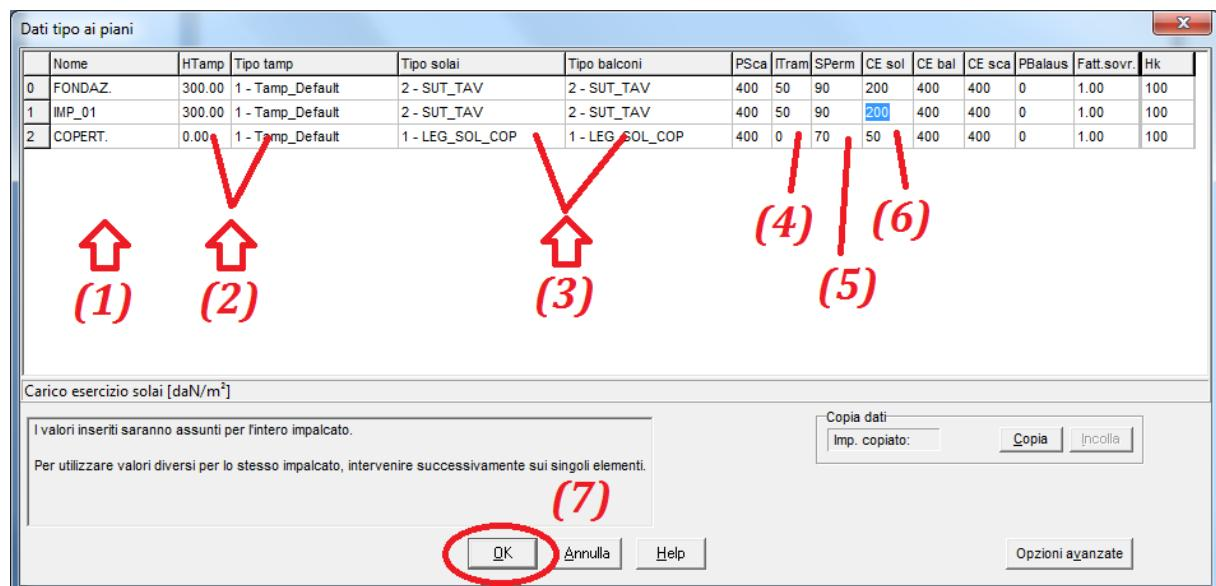
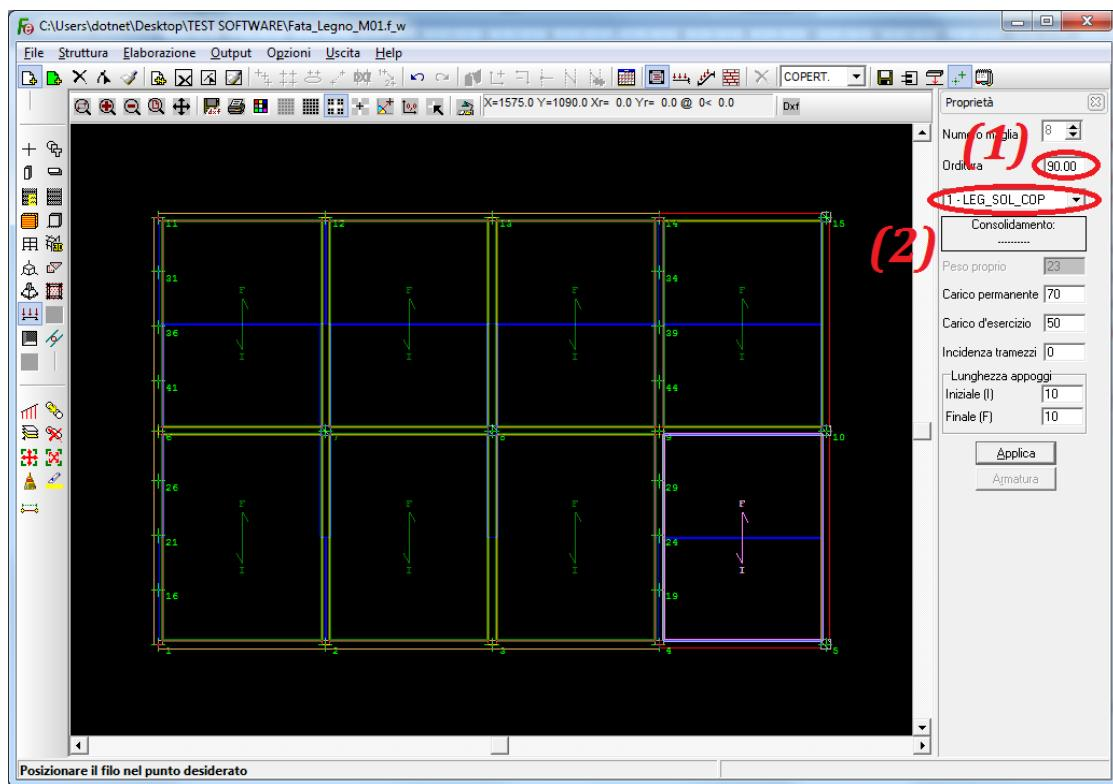

Figura 13
Figura 28
Per come illustrato nella figura 13 assegnare l'etichetta ai tre livelli di input (1), il tipo di solaio tra quelli definiti nei paragrafi precedenti (3), l'incidenza di eventuali pareti di tramezzatura (4) e il sovraccarico permanente (5) (ambedue tali valori verranno assegnati ai Carichi Permanenti non strutturali) ed infine il carico variabile (6).
Con riferimento alla figura 28, dopo essersi accertati che il selettore dei livelli (1) sia impostato su “*IMP_01*” si provvederà all’inserimento dei solai gravanti sull’impalcato 1. Si ricorda che si è optato per una soluzione che vede le travi secondarie direttamente inserite nel modello e per i solai ridotti a entità geometriche capaci di distribuire i carichi di progetto sugli elementi portanti.
testimonianza della presenza del solaio sul quale saranno uniformemente ripartiti i carichi derivanti (7) dal peso proprio, dal carico permanente, dal carico di esercizio e dall'incidenza tramezzi per come definiti in precedenza nella sezione “*Dati tipo ai piani*” e nella figura 13. La direzione di tessitura del solai indica, ovviamente, in questo caso, che le travi su cui tali carichi verranno riportati sono la 1-2 e la 16-17. Cliccare sempre con il tasto destro del mouse all'interno di tutte le rimanenti maglie con l'unica eccezione della maglia 33-34-14-13 che si lascerà priva di solaio per consentire l'inserimento di una scala prefabbricata in legno. Il risultato ottenuto dovrebbe, a questo punto, essere in accordo con quanto riportato nella figura 28.